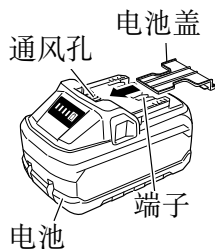

图 2
- 或者将电池装在电动工具中，或者在牢固按入电池盖并挡住通风孔后再存放，以防止短路（参照图 2）。